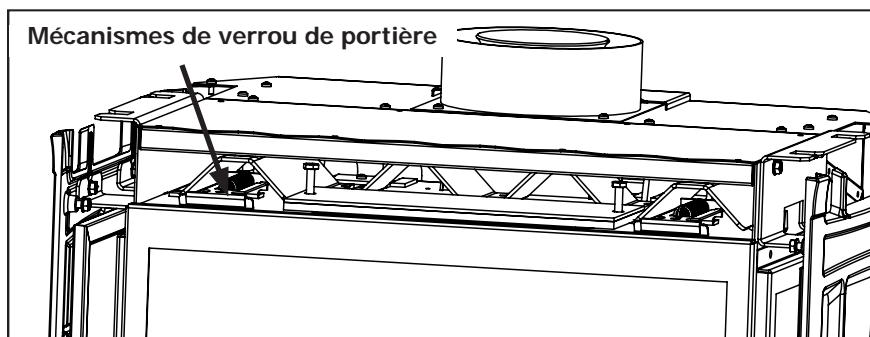
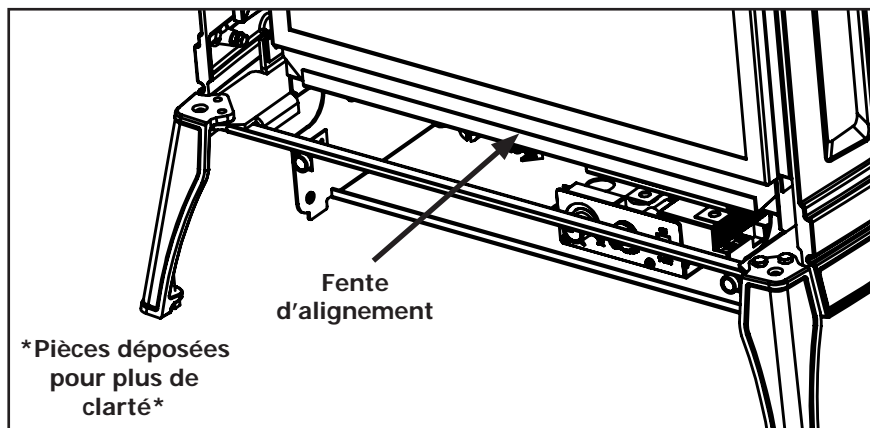

Figure 21. Loquets de la porte de verre (avant de l'armoire avec le haut enlevée)
Figure 22. Fente d'alignement inférieure de porte en verre.
Afin d'installer les bûches, et pour le nettoyage régulier, la porte en verre doit être retirée. Le cabinet doit d'abord être déposé avant, comme décrit dans la section ci-dessus, avant d'accéder aux loquets de portière. Il existe deux (2) mécanismes de loquet de porte sur la porte vitrée supérieure comme illustré à la figure 21. Chaque loquet peut être tiré en ligne droite et jusqu'à la main. Lorsque la partie supérieure, le décroché des loquets porte peut être levé hors de la fente d'alignement en bas de la Firebox, illustré à la Figure 22.